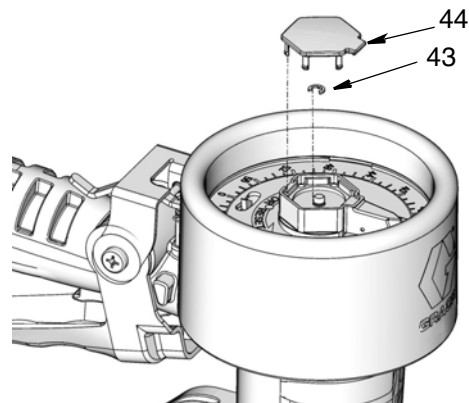

FIG. 35
5. Instale o pequeno anel retentor (43) e a tampa (44) (FIG. 35).